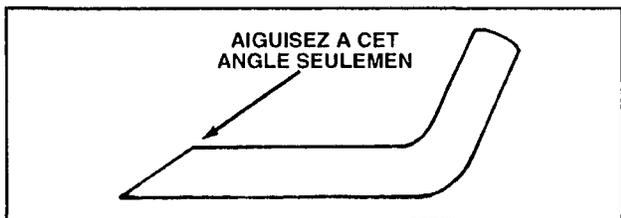

Figure 21
6. AIGUISAGE DE LA LAME – Au moyen d'une lime, affuter la partie supérieure de la lame (le côté dirigé vers le haut du carter de la tondeuse) en conservant l'angle de coupe original (fig. 21). Si la même quantité de métal est retirée sur chaque tranchant, la lame reste équilibrée.